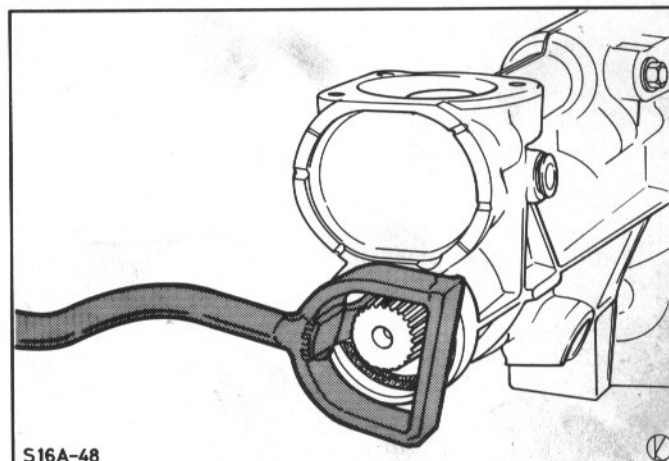

Abb.152 Radialdichtring ausbauen (N-Getriebe gezeigt)
4. Radialdichtring mit Spezialwerkzeug 21-051 ausbauen, Abb.152.